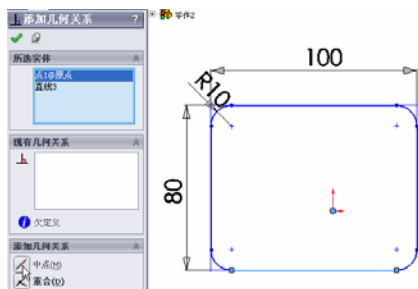

图 9-122 添加几何关系
③ 添加几何关系。单击“草图”工具栏中的“添加几何关系”图标, 在弹出的“添加几何关系”属性管理器中, 单击选择矩形的底边和坐标原点, 选择“中点”选项, 然后单击“确定”图标, 如图 9-122 所示。